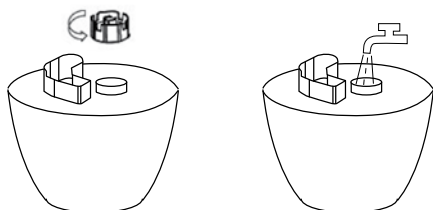

Рис. 2
2. Откройте крышку резервуара для воды против часовой стрелки и залейте воду в емкость (рис. 2). Температура воды не должна превышать 40 °С.